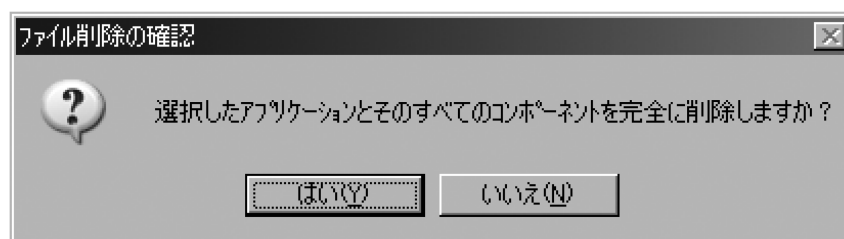

図 1.13 ファイル削除の確認
- ③ファイル削除の確認画面(図 1.13)が表示されたら、「はい(Y)」を押してください。